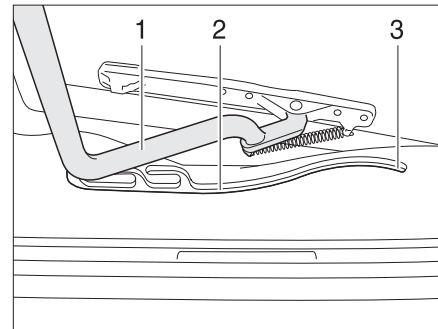

Fig. 42 Lanterneau Heki, glissière
- Tirer l'étrier (Fig. 42,1) dans les glissières (Fig. 42,2) jusqu'à la position la plus reculée (Fig. 42,3).
- Pousser l'étrier (Fig. 42,1) légèrement vers le haut avec les deux mains.
- Tirer l'étrier dans les glissières (Fig. 42,2) jusqu'à la position souhaitée.